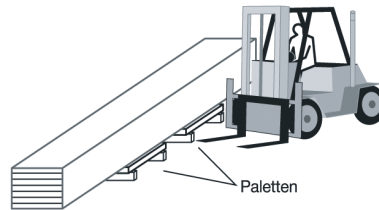

Abb. 2
2. Paket mit den Gabeln immer **unter den Paletten, mittig** aufnehmen (Abb. 2)